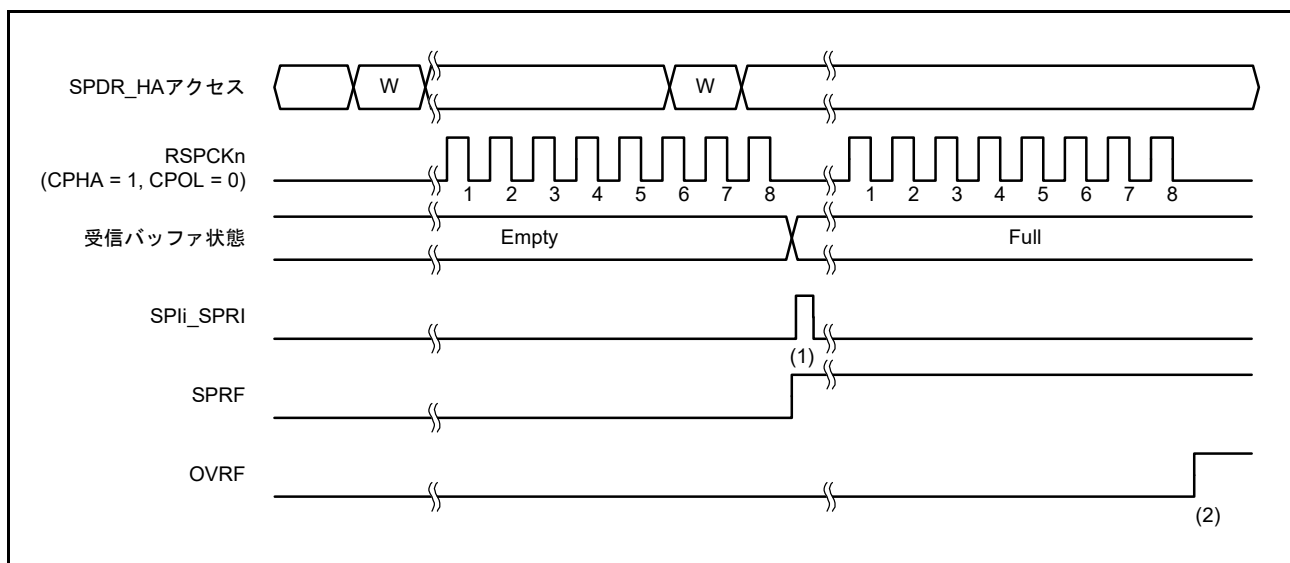
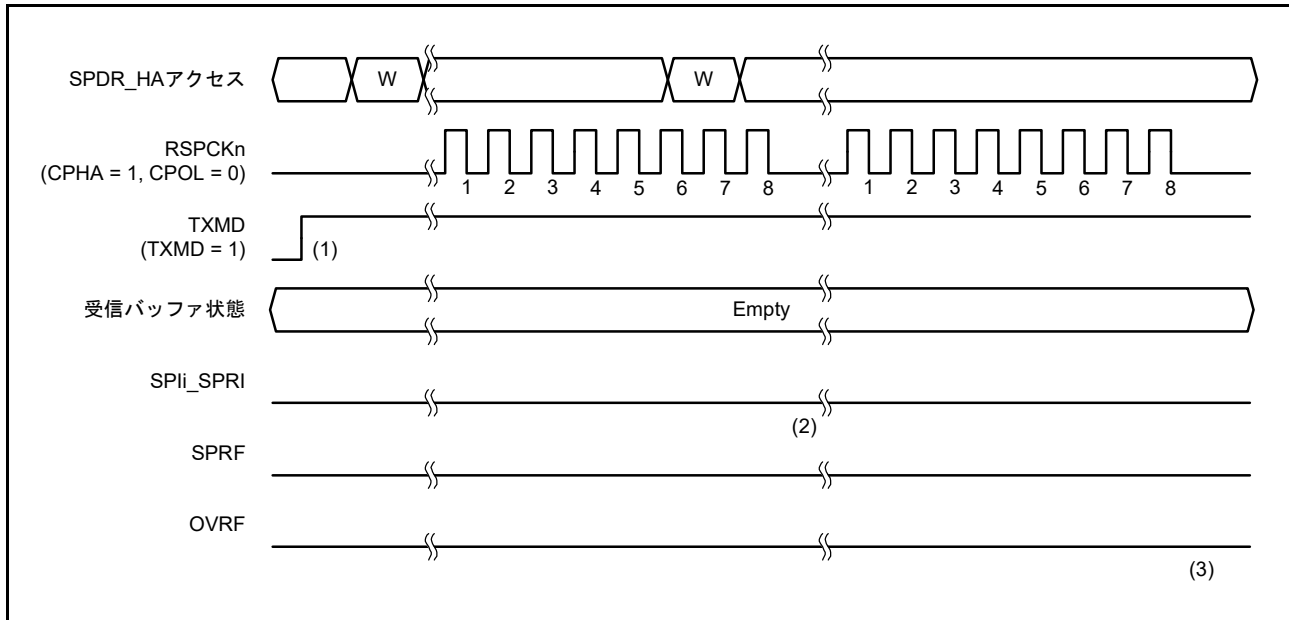

図 36.24 SPCR.TXMD = 0 の動作例
図 36.25 SPCR.TXMD = 1 の動作例
通信動作モード選択ビット (SPCR.TXMD) の設定により、全二重同期式シリアル通信または送信のみの動作を選択できます。図 36.24、図 36.25 に記載の SPDR/SPDR\_HA アクセスは、SPDR/SPDR\_HA レジスタへのアクセス状況を示しています。W はライトサイクルを示しています。
図 36.24 に、通信動作モード選択ビット (SPCR.TXMD) を 0 にした場合の動作例を示します。この例では、SPDCR.SPFC[1:0] ビットが 00b、SPCMDm.CPHA ビットが 1、SPCMDm.CPOL ビットが 0 の設定で、SPI が 8 ビットのシリアル転送を実行しています。RSPCKn 波形の下に記載した数字は、RSPCK サイクル数 (= 転送ビット数) を示しています。
以下に、図 36.24 の (1)、(2) に示したタイミングでのフラグ動作を説明します。
図 36.25 に、通信動作モード選択ビット (SPCR.TXMD) を 1 にした場合の動作例を示します。この例では、SPDCR.SPFC[1:0] ビットが 00b、SPCMDm.CPHA ビットが 1、SPCMDm.CPOL ビットが 0 の設定で、SPI が 8 ビットのシリアル転送を実行しています。RSPCKn 波形の下に記載した数字は、RSPCK サイクル数 (= 転送ビット数) を示しています。
以下に、図 36.25 の (1) ~ (3) に示したタイミングでのフラグ動作を説明します。